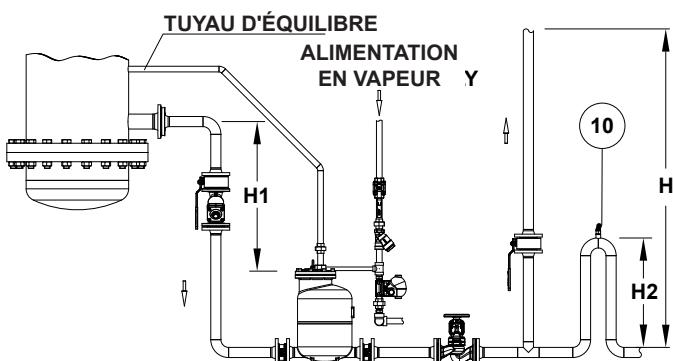

Fig. 3
Cette configuration fonctionne avec des unités dont la pression absolue minimale est de 0,2 bar (Fig. 3). Pour un fonctionnement correct, la hauteur de remplissage (H1) doit être comprise entre 1 et 2 mètres. L'élévation (H) doit être aussi minimale que possible, mais jamais inférieure à 1 mètre, sinon un siphon à hauteur (H2) est nécessaire. La vapeur doit être utilisée comme fluide moteur et sa pression maximale ne doit pas dépasser 3 bars.